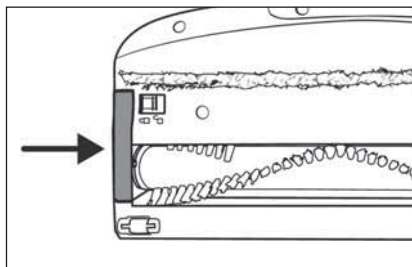

Fig. 27
- 6) Remplacez le support de rouleau de brosse **19** dans la brosse de sol **21**. Poussez-le vers le bas jusqu'à ce qu'il s'enclenche dans la brosse de sol **21** avec un clic (voir fig. 27).